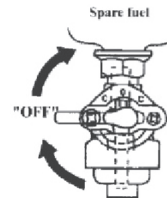

Рис. 10
2. Поверните рычаг топливного крана в положение «OFF» (Рис. 10).